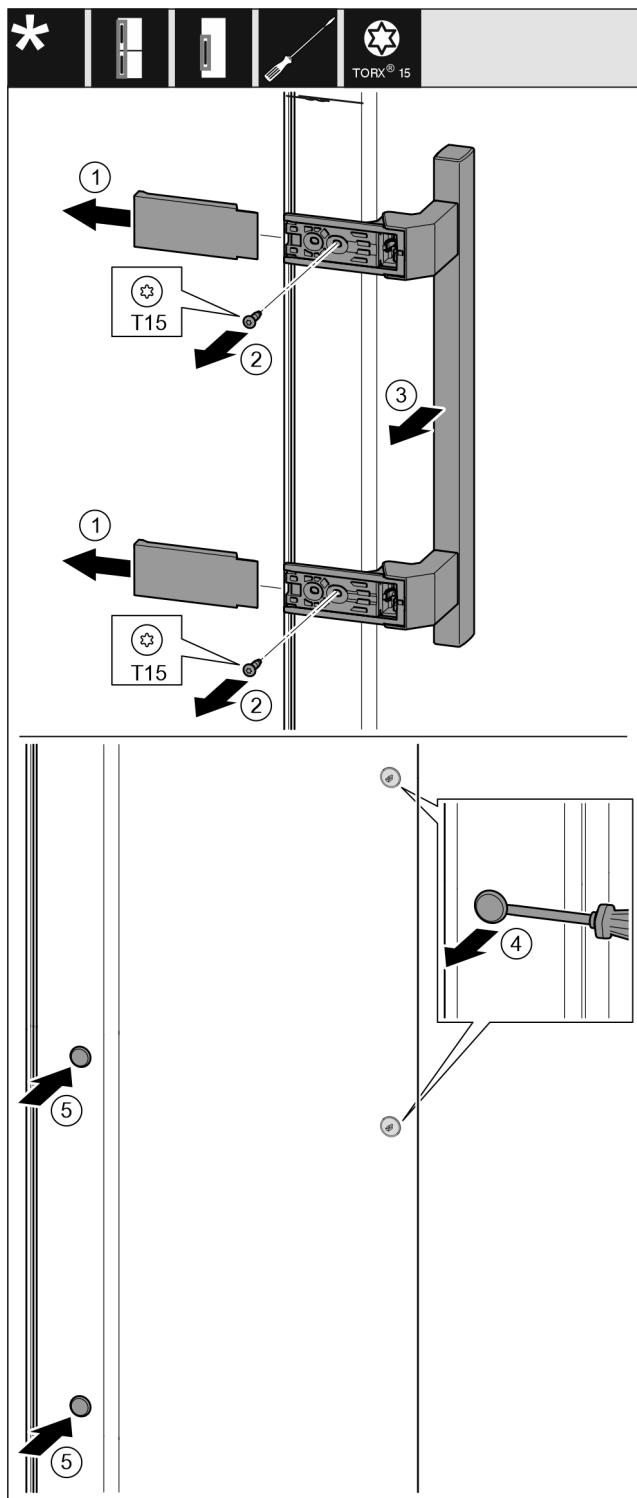

Fig. 19
- Skinite pokrov. Fig. 19 (1)
- Odvijačem T15 odvijte vijke. Fig. 19 (2)
- Skinite ručicu. Fig. 19 (3)
- Ravnim odvijačem oprezno podignite bočni čep i izvucite ga. Fig. 19 (4)
- Ponovo umetnute čep na drugoj strani. Fig. 19 (5)